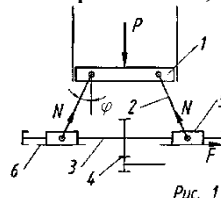

Рис. 1
- 6) Как определить силу трения F между ползуном 5 и направляющей 6 (рис.1), если усилие в стержне 2 равно N , коэффициент трения f ?